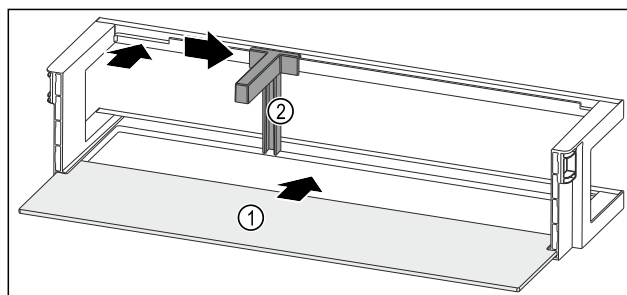

Fig. 123 Dørhylle med oppstillingsplass
- Skyv oppstillingsplassen Fig. 123 (1) inn i fordypningene på sidene.
- Sett inn flaskeholderen Fig. 123 (2) i fordypningen.
- Skyv flaskeholderen Fig. 123 (2) i ønsket posisjon til side.